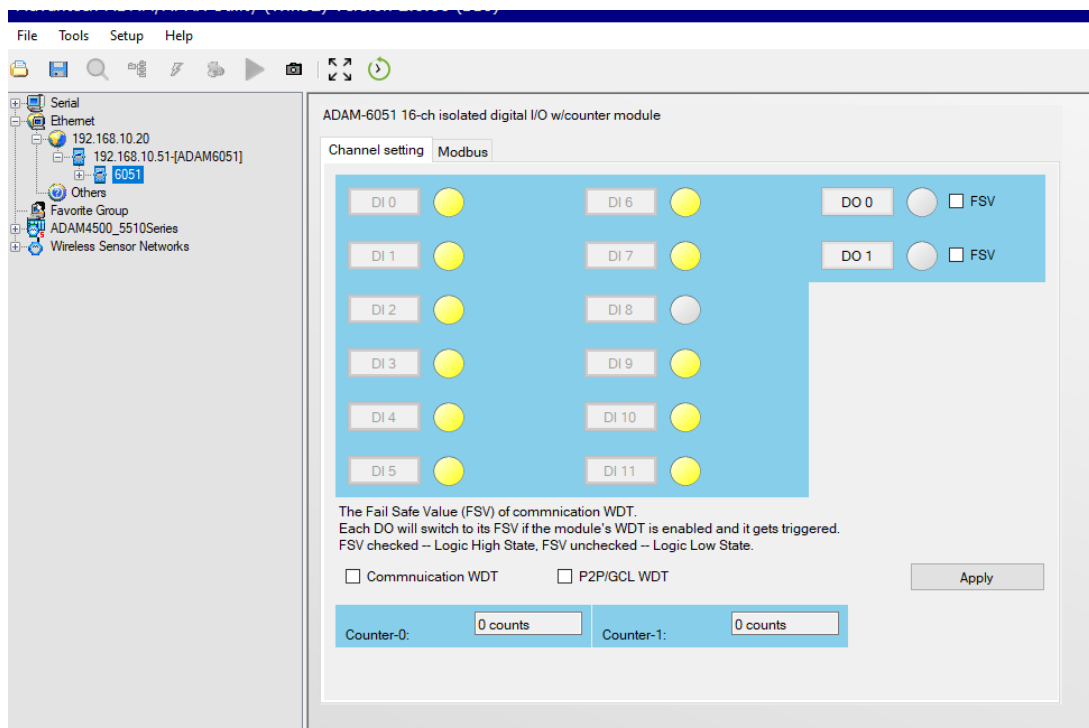

Рис. 3.11. Вікно налаштування та тестування модуля ADAM-6051
3.3.7. Здійснити тестування модуля ADAM-6051 у вікні, що відкрилось (рис. 3.11). За відсутності дискретних сигналів на входах модуля світлові індикатори DI0-DI11 на екрані матимуть жовте забарвлення.